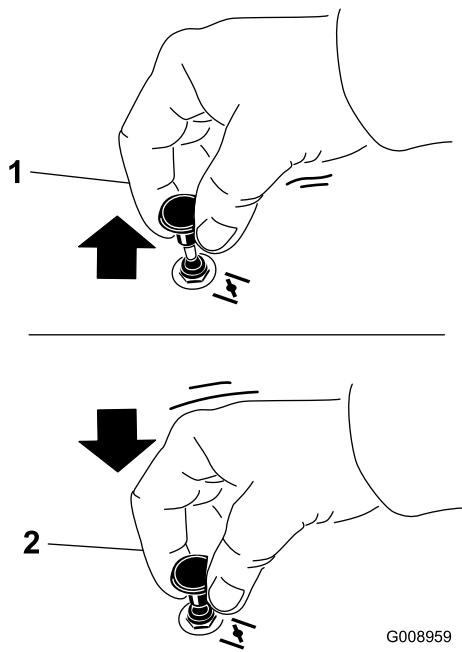

Figure 20
1. Tirez sur la commande de starter pour engager le starter avant d'utiliser le commutateur d'allumage (Figure 20).
2. Poussez sur la commande pour désengager le starter après le démarrage du moteur (Figure 20).